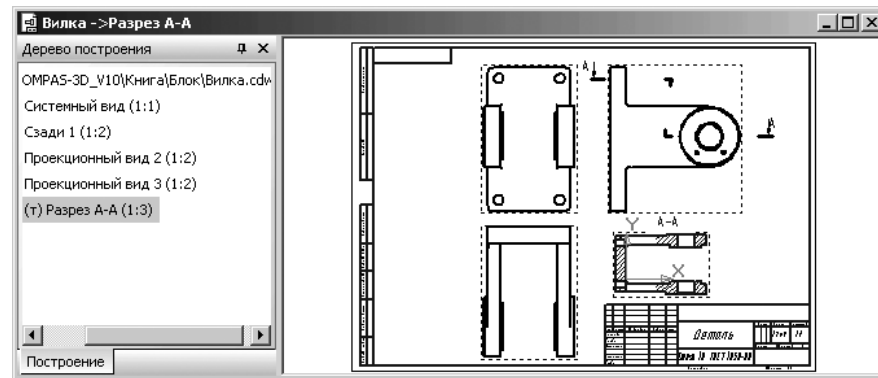

Рис. 3.118. Возможный результат перемещения разреза с надписи над разрезом
- щелкните в пустом месте чертежа для снятия выделения с надписи разреза. Возможный результат перемещений разреза и надписи показан на рис. 3.118.